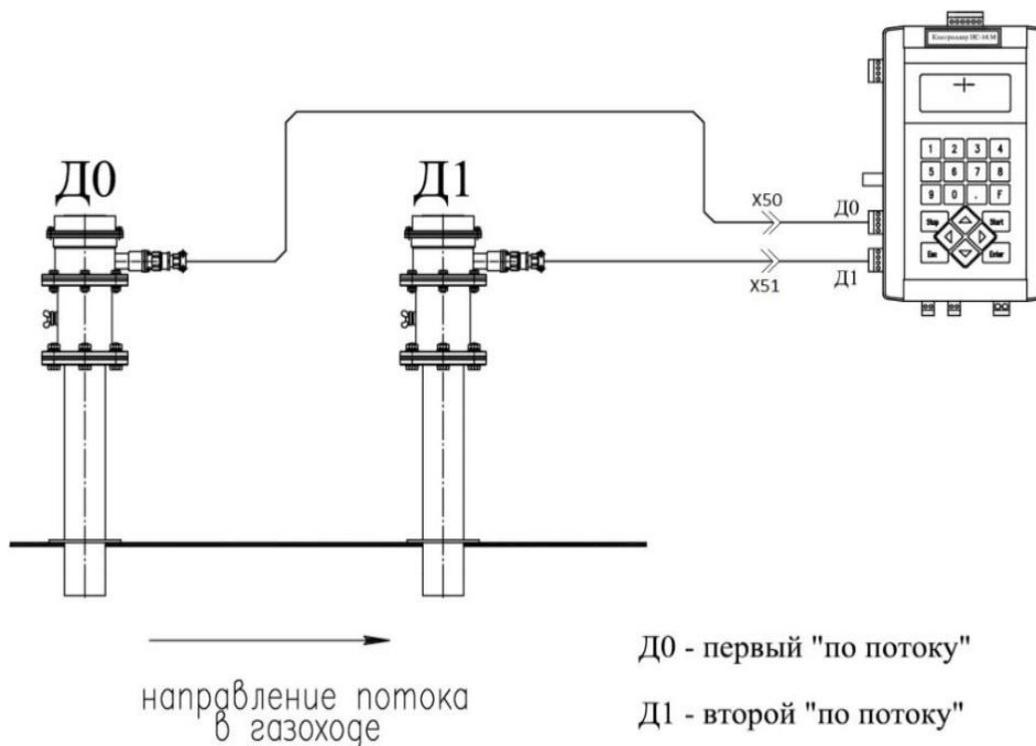

Рисунок 6. Соответствие разъемов контроллера номерам датчиков
5.6. При монтаже требуется выполнить правильное подключение кабелей датчиков, см. рис.6 (Д0 - первый по-потoku, Д1 - второй по-потoku), при этом сами датчики полностью взаимозаменяемы. Начало и конец каждого кабеля пометить бирками: Д0, Д1.